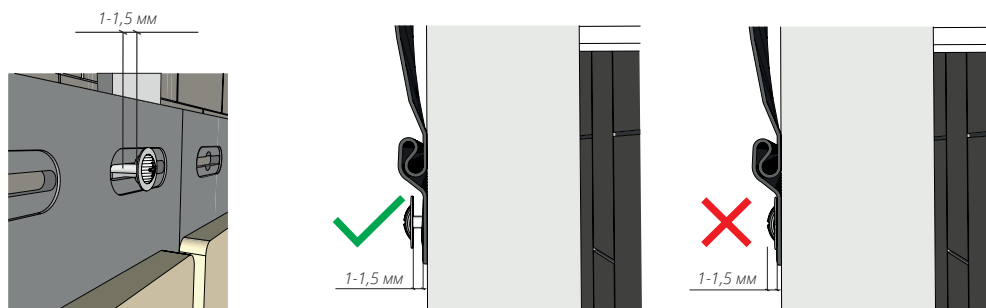

Рисунок 9
- 6.7** Фасадные панели и доборные элементы нельзя жестко фиксировать. После монтажа панели и доборные элементы должны оставаться подвижными. Между шляпкой самореза и панелью или доборным элементом необходимо оставлять зазор 1-1,5 мм для возможности движения фасадного материала при тепловых расширениях (Рис. 9).